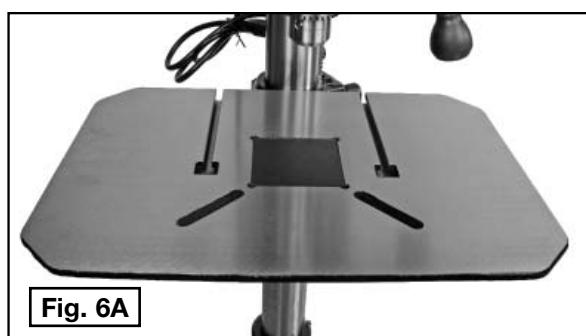

Fig. 6A
**NOTA:** Asegúrese de orientar la mesa de su prensa de taladro debidamente hacia la columna, como lo muestra la Fig. 6A.